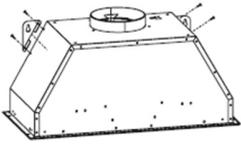

Fig. 3.
1. Fije las planchas de enganche derecha e izquierda en el cuerpo de la campana extractora con ayuda de 4 tornillos ST4\*8 (cf. ilustración 3).